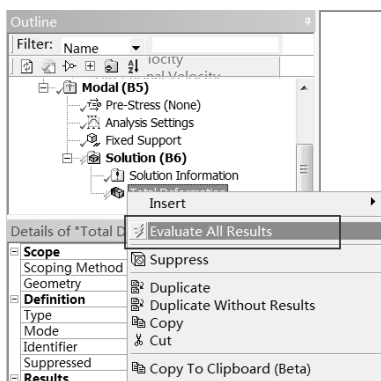

图 9-27 快捷菜单
Step3：在 Outline（分析树）中的 Solution（B6）选项上右击，在弹出的快捷菜单中选择 Evaluate All Results 命令，如图 9-27 所示，此时会弹出进度显示条，表示正在求解，当求解完成后进度条自动消失。